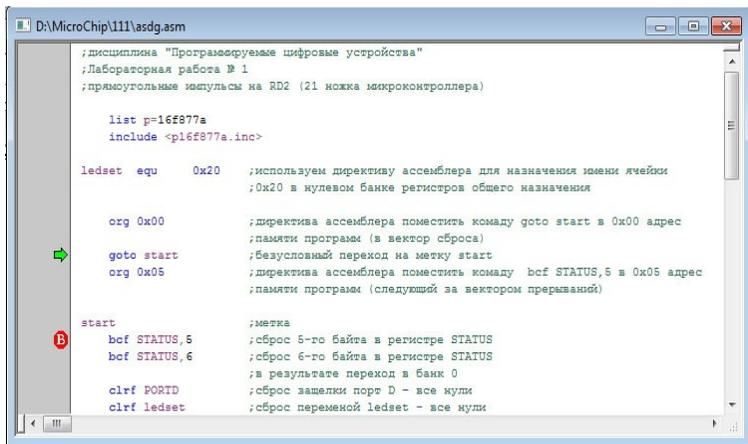

Рисунок 14 – Окно исходного файла на Ассемблере после успешной компоновки
В случае успешной компоновки откроется окно исходного файла на Ассемблере (рисунок 14).
- «Breakpoints» – точка останова. Точки останова удобнее «расставлять» двойным щелчком левой клавиши мыши на левом поле окна исходного файла (см. рисунок 14). Таким же двойным щелчком левой клавиши мыши на символе точки останова его можно убрать.